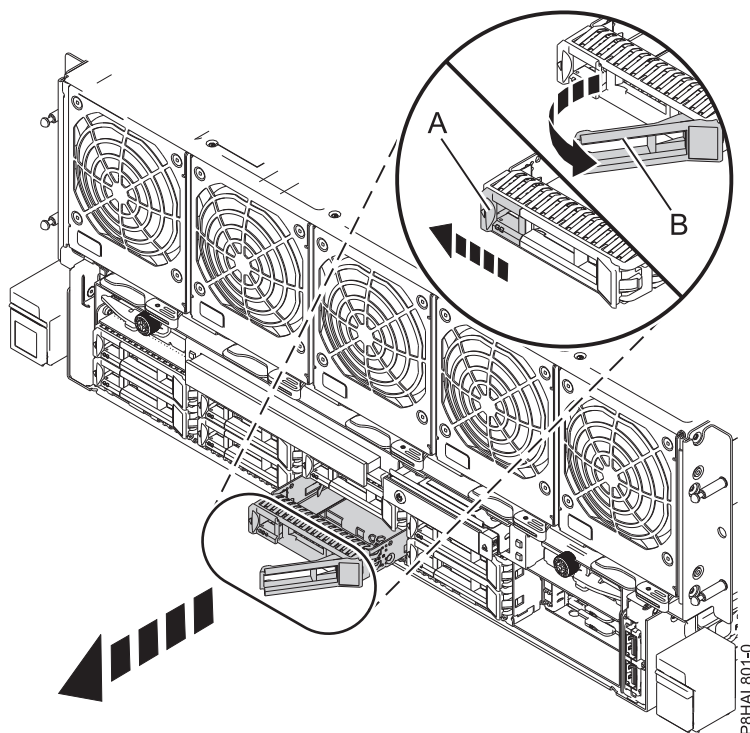

Figura 22. Extracció d'una unitat de disc del sistema 8408-44E o 8408-E8E
3. Quan el LED d'identificació estigui fix, desbloquegeu la nansa del compartiment d'unitats **(B)** fent pressió al pestell de la nansa **(A)** i estirant-lo cap a vosaltres, tal com es mostra a Figura 22 a la pàgina 35. Si la nansa encara no ha sortit del tot, la unitat d'estat sòlid no podrà lliscar fora del sistema.